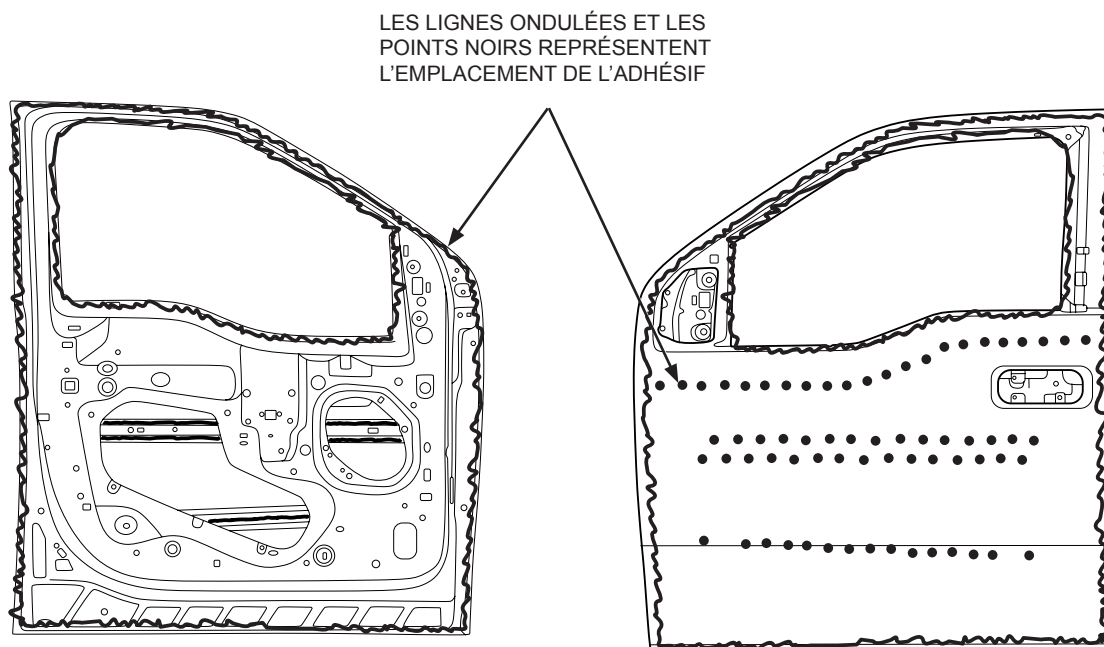

FIGURE 1
15. Appliquer l'adhésif sur les rebords du panneau de rechange, entre le renfort de battement et le panneau de rechange et entre le renfort de ceinture de caisse et le panneau de rechange. (Voir figure 1).
REMARQUE : Les emplacements des rivets auto-perceurs et de l'adhésif illustrés ci-dessous sont basés sur les dessins de production originaux et ne doivent être utilisés qu'à titre de guide. (Voir figure 1)